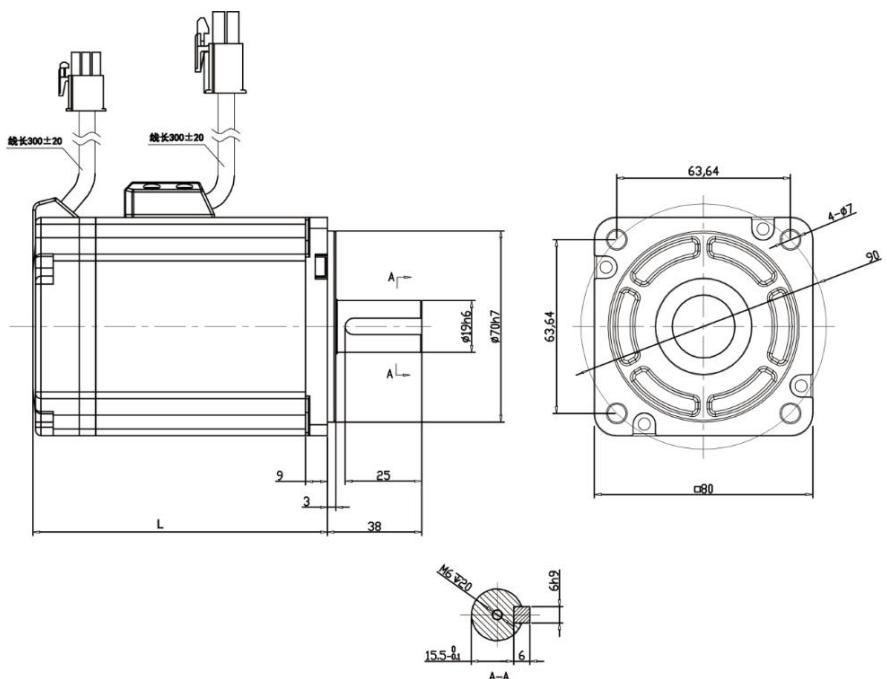

图 3.3 80 电机和表 3-2
- 80 机座电机的安装尺寸(见图 3.3 和表 3-2 )